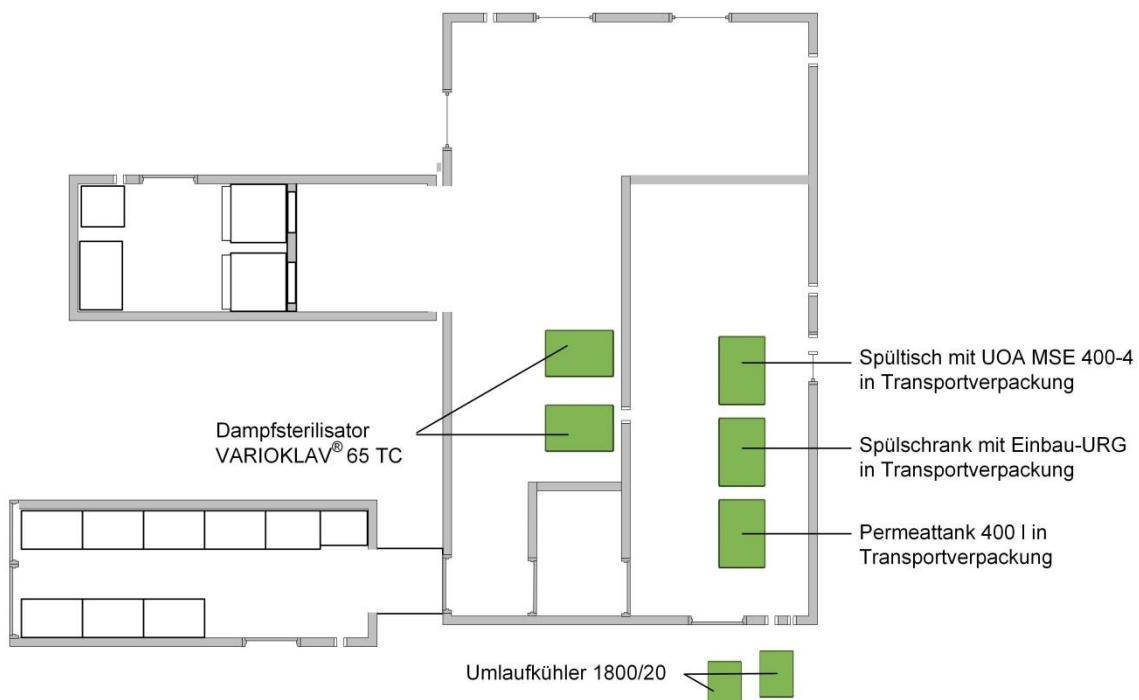

Abb. 13: Positionierung von Sterilisator 65 TC und Spültisch mit UOA S
- ◆ Heben Sie den Spültisch mit einem Stapler³ aus dem Container und platzieren Sie diese gemäß Abb. 13:.
- ◆ Heben Sie den Sterilisator 65 TC mit einem Stapler⁴ aus dem Container und platzieren diese gemäß Abb. 13:.